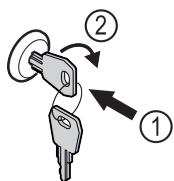

Fig. 151
- ▶ Vstavite ključ Fig. 151 (1).
- ▶ Ključ obrnite v smeri urnih kazalcev za 90° Fig. 151 (2).